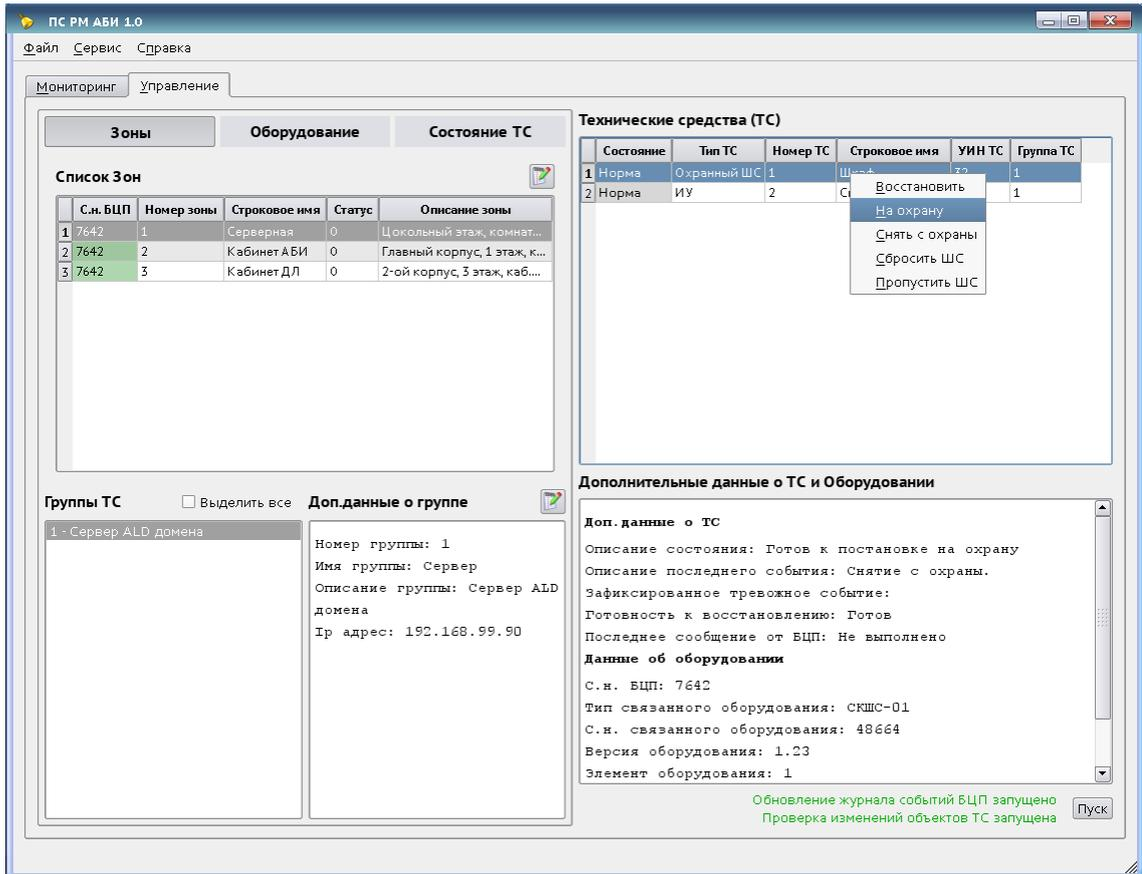
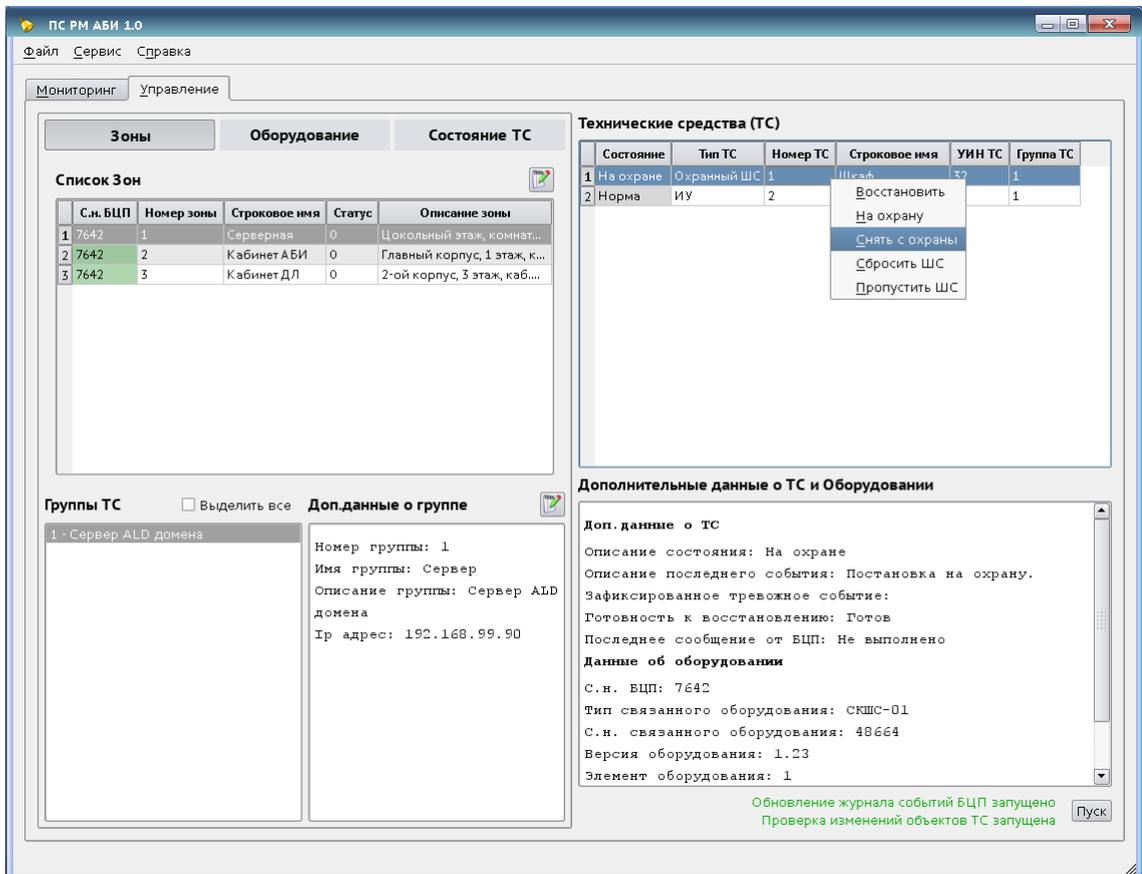

Рис. 5 – Постановка ТС на охрану
Рис. 6 – Снятие ТС с охраны
- поочередно нажимая правой кнопкой «мыши» на все ТС, менять их состояние: поставлен «на охрану»(рис. 5), «снят с охраны» (рис. 6);